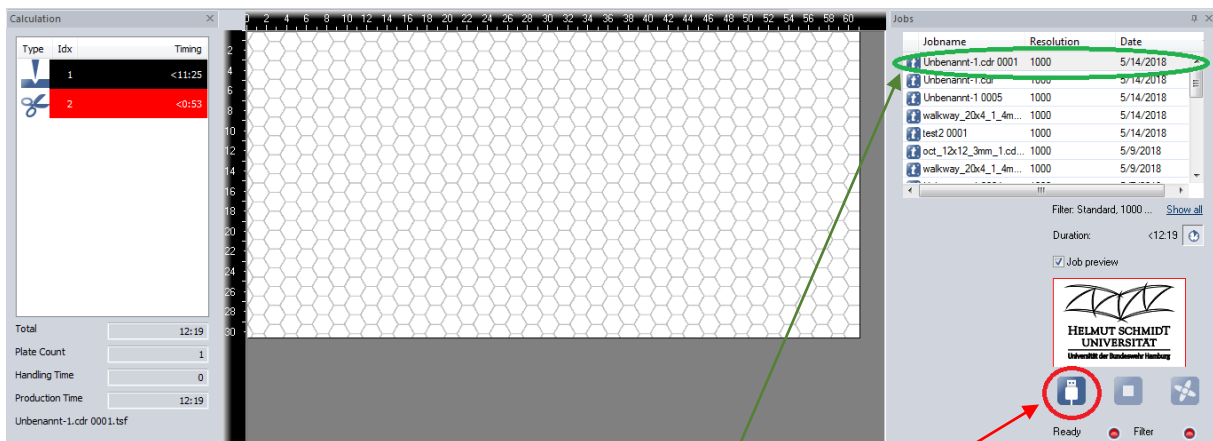

Abbildung 4: Benutzeroberfläche des Programms „Jobcontrol“ (mit aktuellem Job und „Ready“-Button)
8. Mit **rot markiertem „Ready“-Button** (gezeigt in Abbildung 4) die Maschine mit dem PC verbinden und prüfen ob der **gewünschte Job** (grün dargestellt in Abbildung 4) geladen wurde. Auf akustische Fertigmeldung des Lasercutters warten.